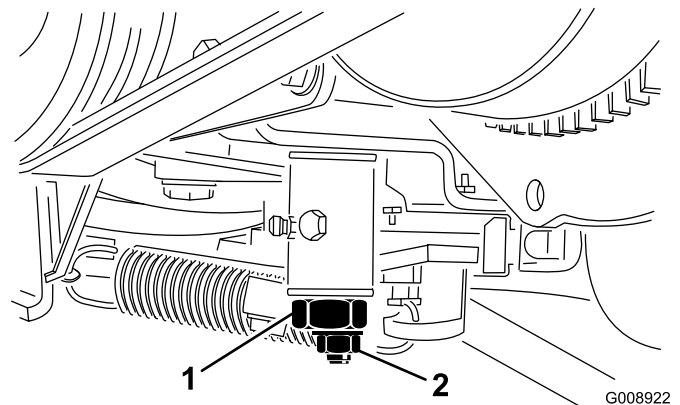

Figura 62
3. Allentate il dado di bloccaggio sulla camma di regolazione della trazione (Figura 62).